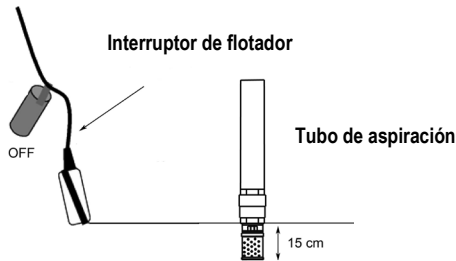

Figura 06
1. Coloque el flotador tal como indicado en la figura 06.